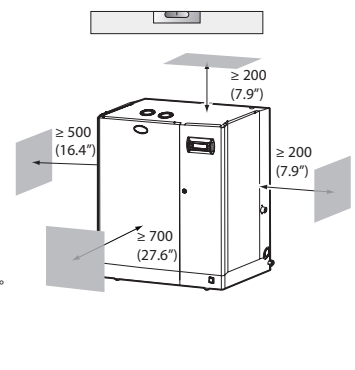

Рис. 1.b
- проверьте, что увлажнитель располагается строго вертикально. Между стеной помещения и задней стенкой увлажнителя необходимо оставить небольшие зазоры для удобства проведения работ по обслуживанию (см. Рис. 1.b).
Установите увлажнитель на стену помещения при помощи штатного крепежного кронштейна и комплекта винтов (см. Рис. 1.d, все размеры в мм/дюймах).